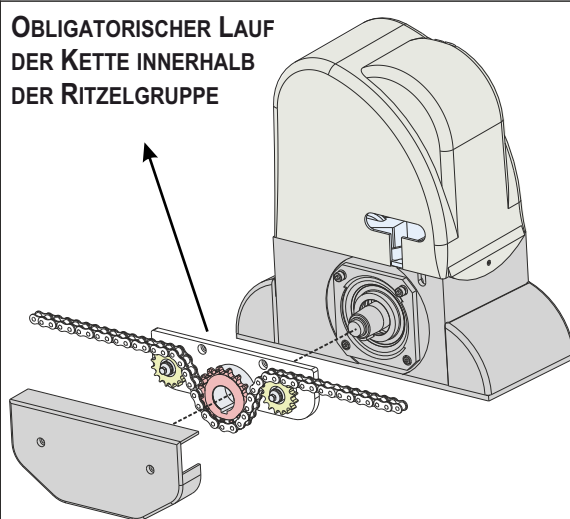

Abb. 21
**7.4.** Die Kette am Kettenspanner am Ende des Tores montieren, wie in Abb. 21 gezeigt durch das Ritzel führen und am gegenüberliegenden Ende in den Kettenspanner einhaken.